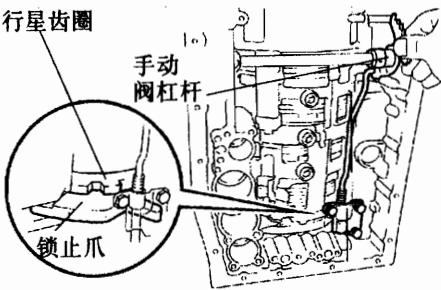

图 12-1-89
②如图 12-1-89 所示，将手动阀杠杆换入 P 位置，行星齿圈应被锁止爪正确锁止。